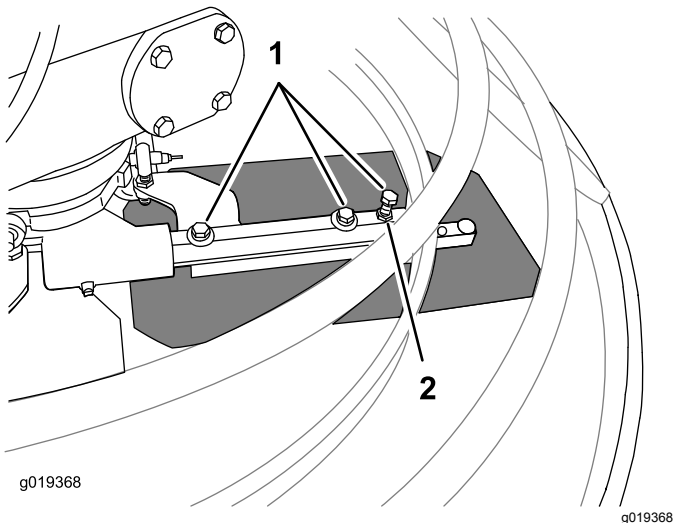

Figura 34
4. Afloje los pernos de 3 a 4 vueltas (Figura 34).